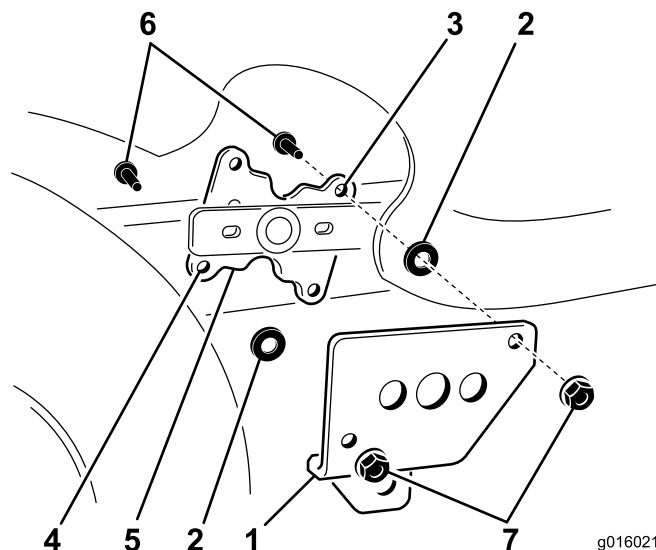

Figura 4
5. Montate due distanziali in corrispondenza dei fori superiore e inferiore della superficie di collegamento della leva di sollevamento e la piastra sfalsata di sollevamento a pedale sul gruppo braccio della leva di sollevamento (Figura 4). Montate due bulloni (5/16 x 1-1/4 pollici) nei fori della piastra di sollevamento, dei distanziali e della superficie di collegamento della leva di sollevamento. Fissate l'intero gruppo ottenuto con i due dadi di bloccaggio (5/16 pollice).